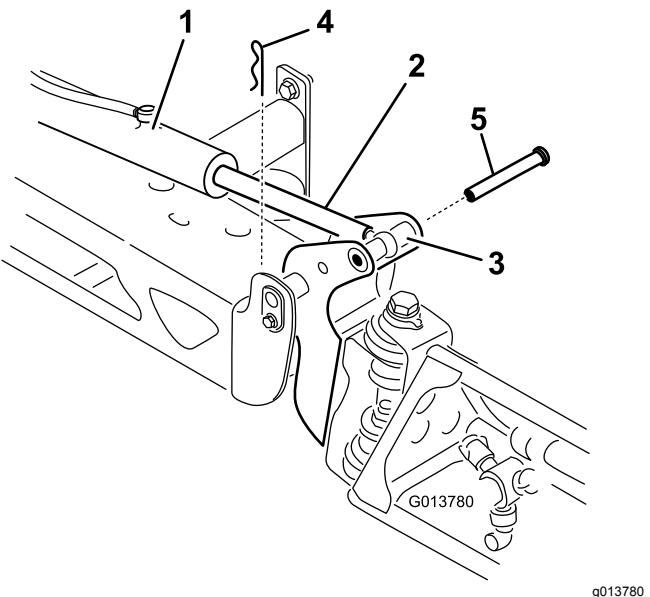

Figura 66
2. Retire la chaveta del pasador (Figura 66).
3. Eleve la sección, retire el pasador, y baje la sección lentamente al suelo (Figura 66).
7. Sujetando la sección de fumigación, introduzca el pasador a través del pivote del brazo y del émbolo del actuador (Figura 66).